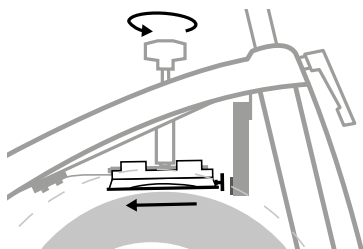

Рис. 27
2. Снимите нагрузку полностью и протолкните тормозное устройство назад на стержне (см. рис. 27).